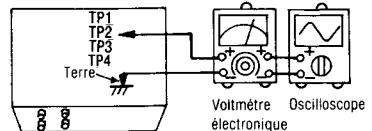

Fig. 7
- Le raccordement de l'équipement d'essai est montré à la Fig. 7.